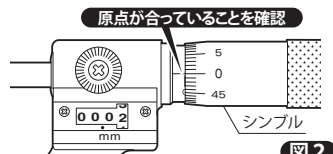

図2
- If the zero line on the Thimble lines up with the line on the Sleeve, then the origin is set. (Fig.2)
③基準線目盛の『0』にシンプルの『0』目盛が一致していれば、原点が合っています。(図2)